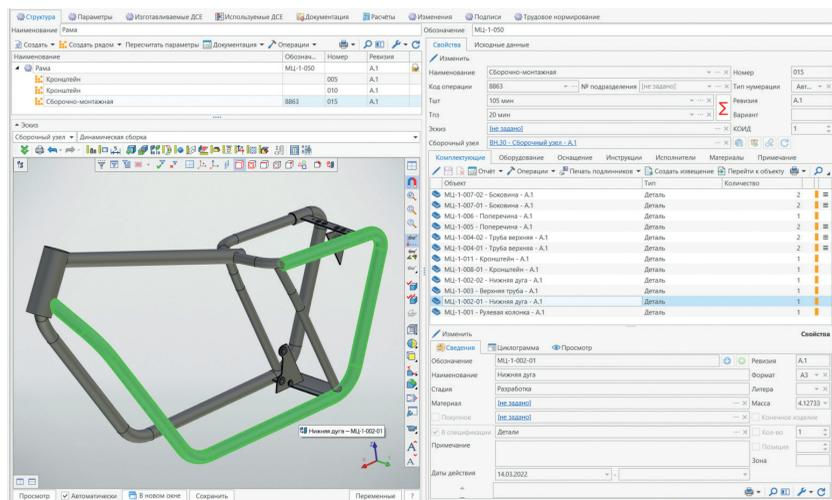

Рис. 7. Проектирование сборочных операций
• в 17-й версии T-FLEX Технологии доступны новые механизмы проектирования сборочных операций. Обновленные механизмы и сервисы позволяют гибко управлять комплектацией сборочных операций непосредственно из интерфейса технологического процесса, опираясь на любой тип структуры изделия (конструкторской, производственно-технологической, функциональной, эксплуатационной, ремонтной и др.). Система автоматически отслеживает использование компонентов в технологическом процессе (рис. 7);